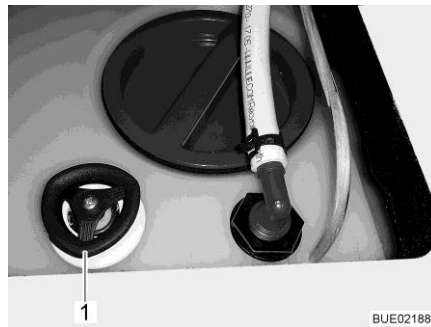

Bild 169 Vattentank med ratt
- Vrid ratten (Bild 169,1) på vattentanken medurs till stoppläget.
- Vrid ratten (Bild 169,1) på vattentanken moturs till motståndet. Vattnet rinner ut till en återstående mängd på 60 l.